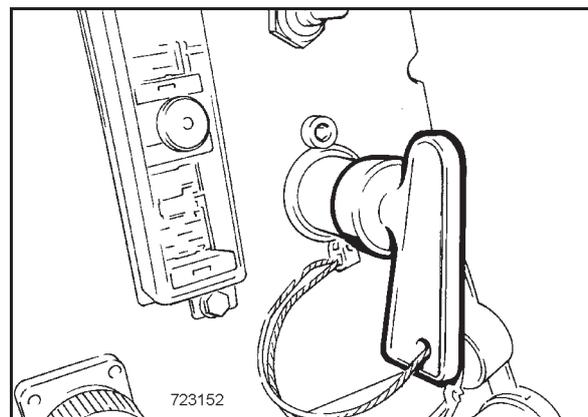

Bild 29
- Batterie Hauptschalter (Bild 29) einschalten.